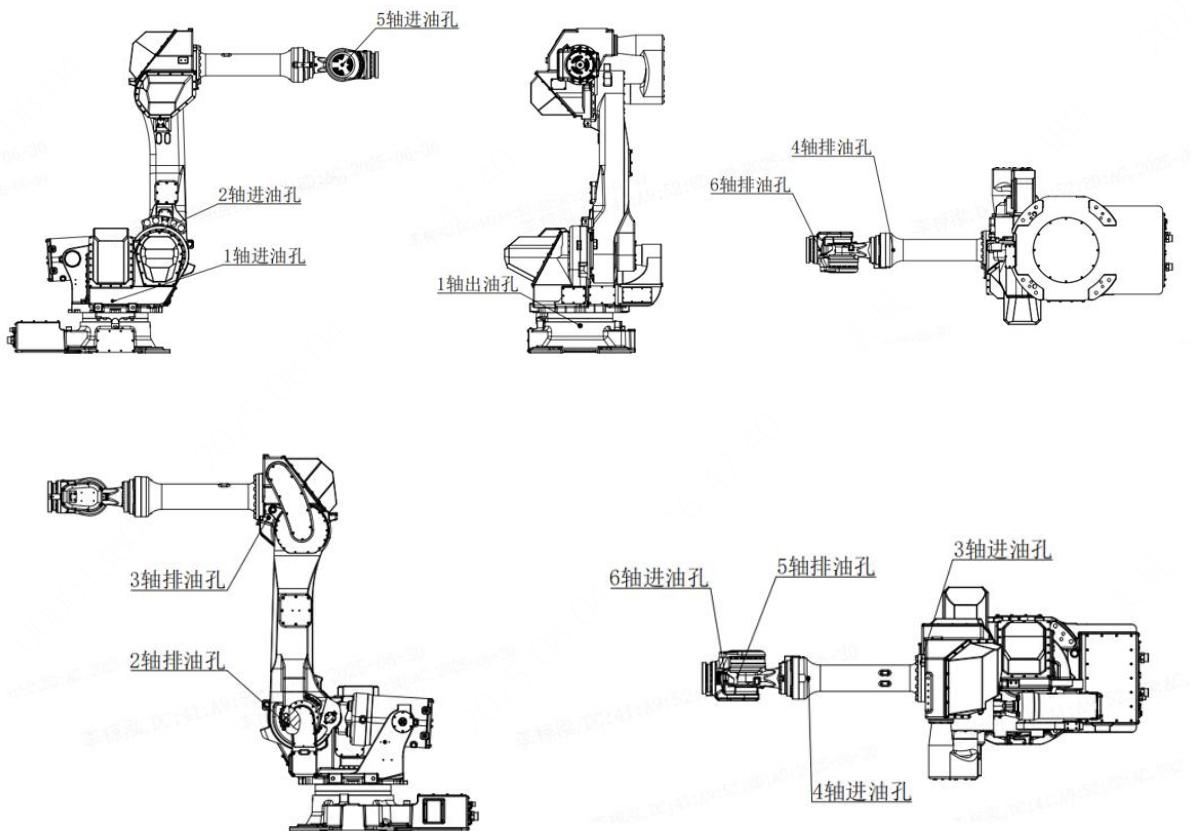

图 4-1 机器人注油口和排油口分布图
- 3) 拆下润滑脂供、排油口的内六角螺塞 M10×1，见图 4-1。